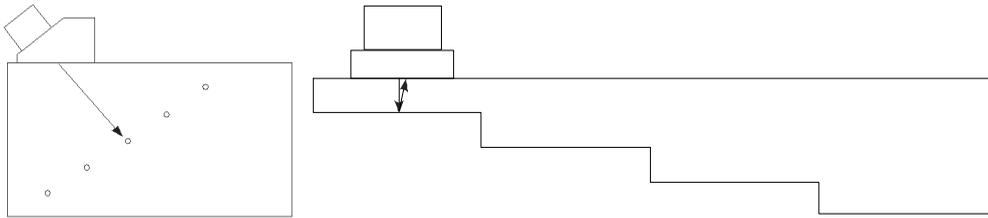

Abbildung 5-18 Justierkörper für die DAC-Justierung
1. Koppeln Sie den Sensor an den Justierkörper an, wie in Abbildung 5-18 auf Seite 155.